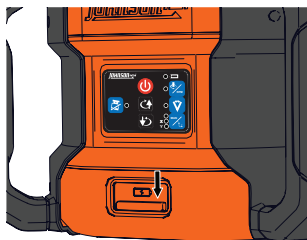

Figura 3
5. Desconecte el adaptador/cargador USB tipo C y cierre el puerto de recarga. (Figura 3)